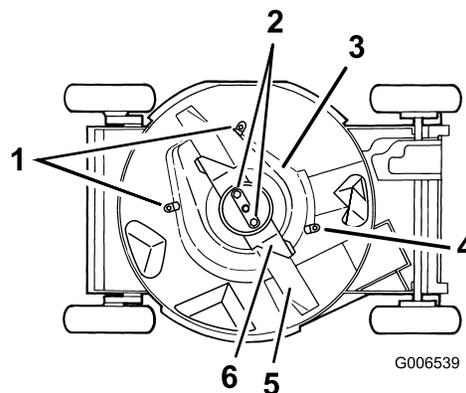

Figure 39
6. Débloquez les pattes qui fixent la protection du système BBC à la tondeuse en desserrant les écrous ou les boulons sur les pattes (Figure 39). Tournez les pattes à 180° pour les écarter.